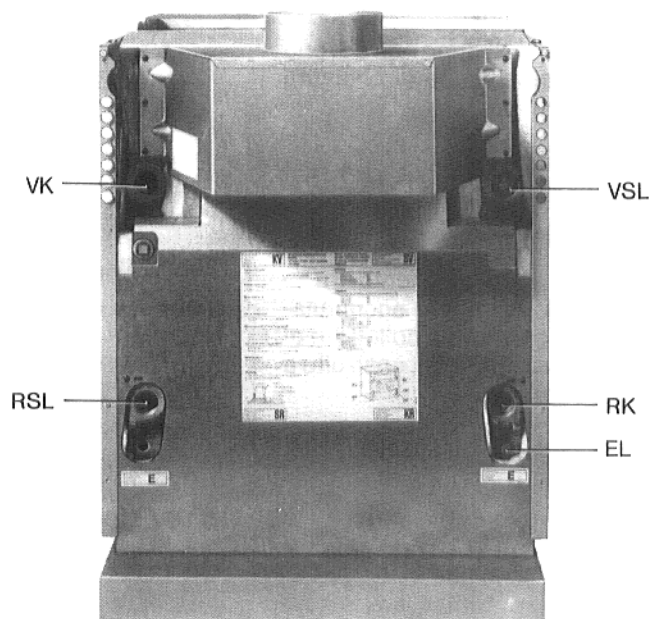

Fig. 5
- Collegare la caldaia alle tubazioni dell'impianto (attacchi vedi figure 5).
L'interscambio degli attacchi idraulici (VK e RK; Fig. 5), non è consentito per motivi di sicurezza funzionale, essendo di fabbrica incorporato un tubo alimentatore nel ritorno della caldaia.